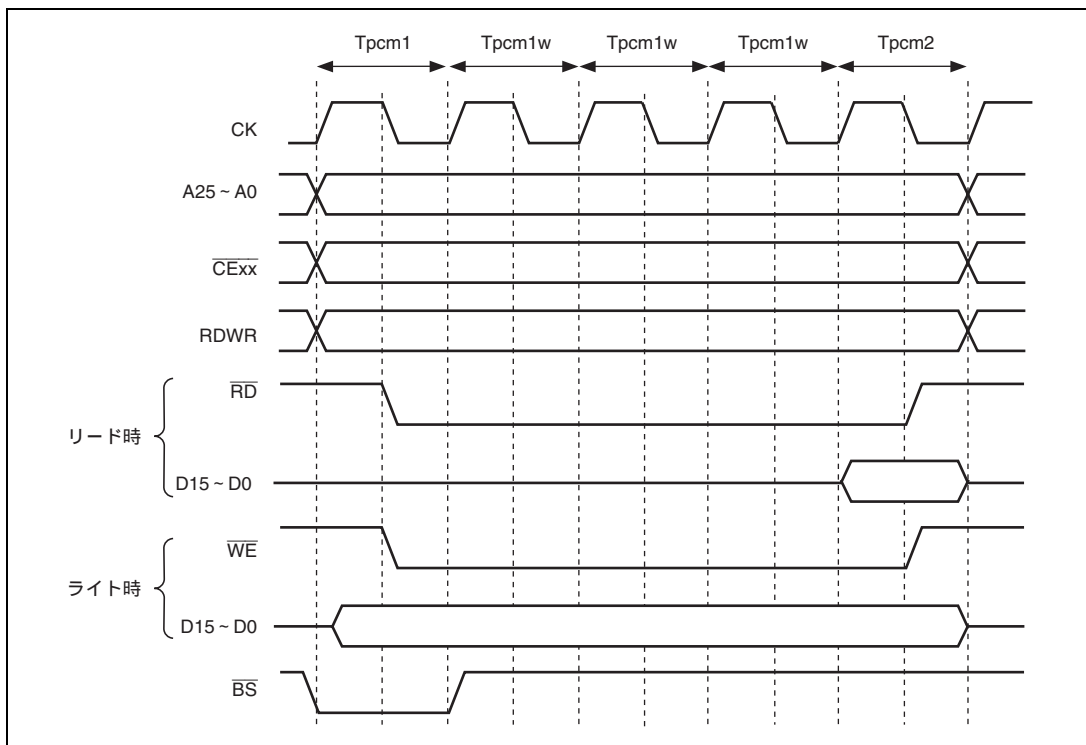

図 9.39 PCMCIA メモリカードインタフェース基本タイミング
(1) メモリカードインタフェース基本タイミング
図 9.39 に PCMCIA の IC メモリカードインタフェースの基本タイミングを示します。エリア 5 およびエリア 6 を PCMCIA インタフェースに設定した場合は、各エリアの共通メモリ空間をアクセスすると自動的に IC メモリカードインタフェースとしてバスアクセスが行われます。外部バス周波数 (CK) が高くなると、 \overline{RD} や \overline{WE} に対してアドレス (A25 ~ A0)、カードイネーブル ($\overline{CE1A}$ 、 $\overline{CE1B}$ 、 $\overline{CE2A}$ 、 $\overline{CE2B}$)、書き込みサイクル時の書き込みデータ (D15 ~ D0) のセットアップ時間、およびホールド時間が足りなくなります。これに対して、本 LSI では CS5WCR もしくは CS6WCR レジスタによって物理空間のエリア 5 およびエリア 6 の各エリアに対して、それぞれセットアップ時間およびホールド時間を設定することができます。また、通常空間インタフェースと同じようにソフトウェアウェイトおよび \overline{WAIT} 端子によるハードウェアウェイトを行うことができます。図 9.40 に PCMCIA メモリバスウェイトタイミングを示します。